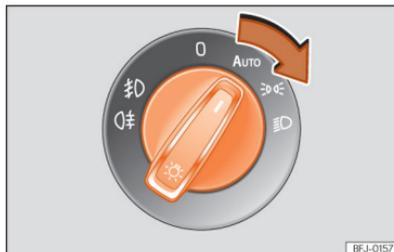

Abb. 104 Instrumententafel: Bedienelement Licht
- Schalten Sie die Zündung ein und stellen Sie den Lichtschalter in die gewünschte Position » » (Abb. 104):